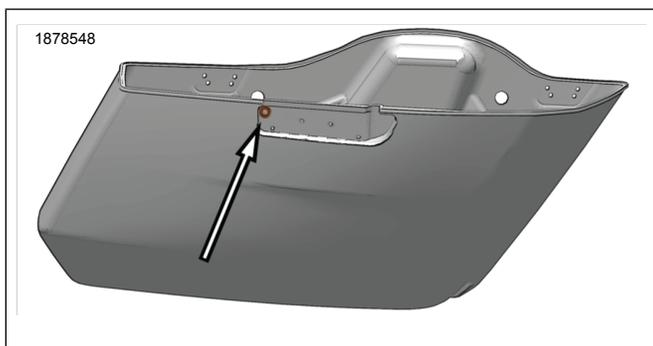

Figure 2. Emplacement du perçage du trou supérieur de la sacoche
1. Voir la figure 2. Percer le passage en haut de la sacoche.